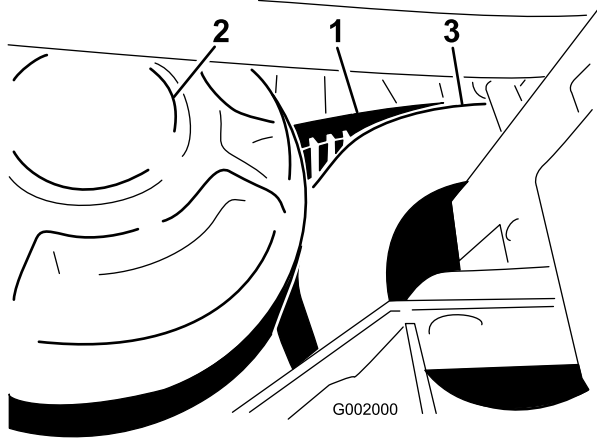

図 64
1. 二次クラッチを回しながら二次クラッチ部分でベルトを外す(図 64)。